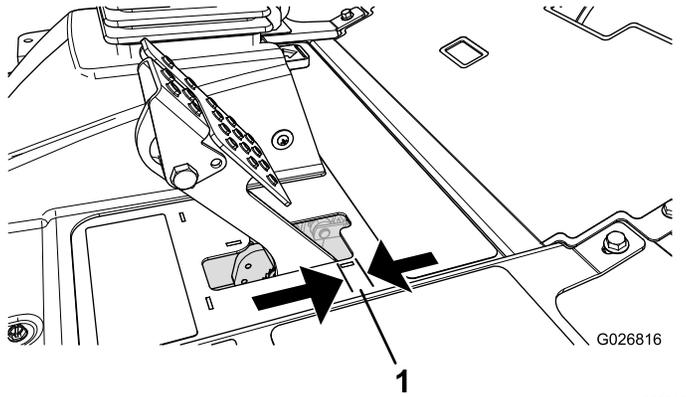

図 86
ブレーキペダルの「遊び」が 25mm以上となったり、強く踏み込まないとブレーキの効きが悪いと感じられるようになったら、調整を行ってください 図 86。遊びとは、ブレーキ・ペダルを踏み込んでから抵抗を感じるまでのペダルの行きしろを言います。
2. 後ナットを締めてケーブルを後方に移動させて、ホイールがロックする前のブレーキペダルの遊びが 6.312.7mm なるように調整する 図 86。